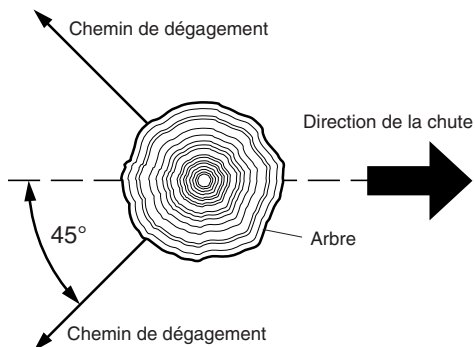

Figure 12 - Chemin de dégagement pour s'éloigner de l'arbre
3. Avant d'abattre un arbre, prévoir un chemin de dégagement et le dégager. Le prévoir à l'opposé de la direction de chute de l'arbre et à un angle de 45°. (voir la Figure 12, page 53.)